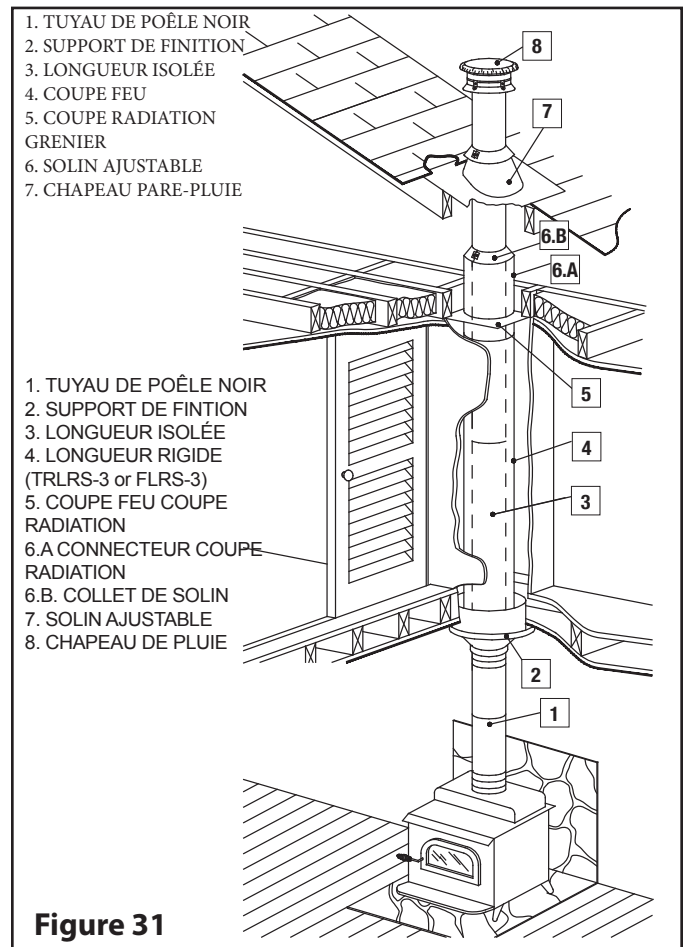

Figure 31
Étape 5B: **POUR INSTALLATION INTÉRIÈRE CLOISONNÉE SUR POÊLE À BOIS OU APPAREIL À CHARBON** (seulement diam. 6po, 7po, 8po,) suivez les étapes suivantes et consultez la Figure 31.